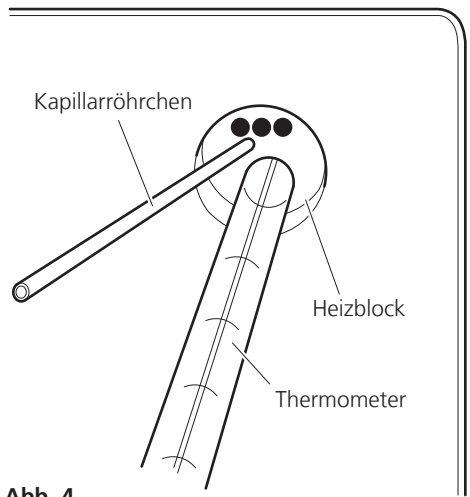

Abb. 4
3. Das Kapillarröhrchen in eine der seitlichen Öffnungen am Heizblock einsetzen (siehe Abb. 4). Es können maximal bis zu 3 Kapillarröhrchen gleichzeitig eingesetzt